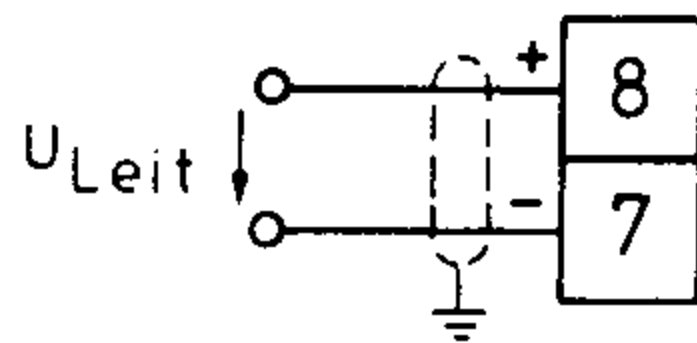

Bild 5
b) Sollwertvorgabe über potentialfreie Leitspannung. An die Klemmen 8 und 7 kann eine potentialfreie Leitspannung 0 ... 10 V entsprechend Bild 5 angelegt werden.